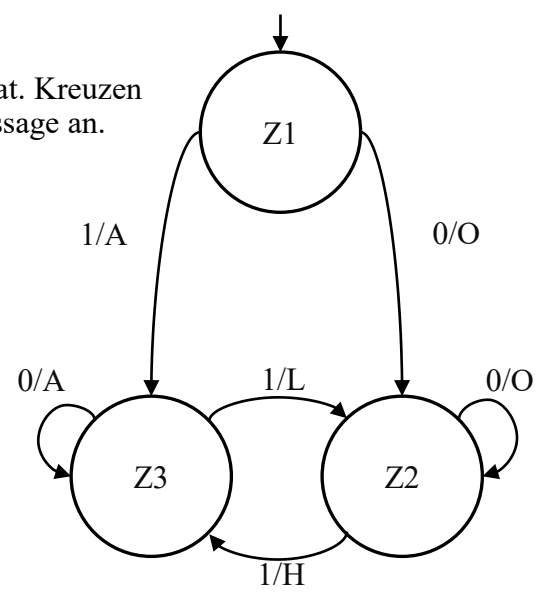

Bild 5.1: Automat
a) Gegeben ist der in Bild 5.1 gezeigte Automat. Kreuzen Sie für I. bis III. die jeweils zutreffende Aussage an.
Der in Bild 5.1 gezeigte Automat ...